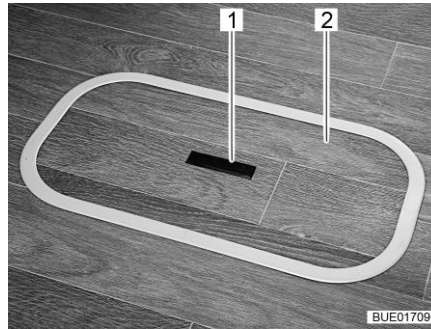
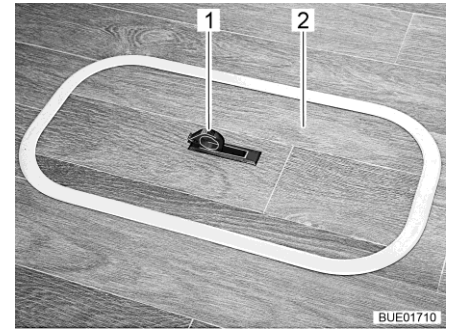

Bild 71 Abdeckung Bodenfach (Griff versenkt)
Bild 72 Abdeckung Bodenfach (Griff herausgeschwenkt)
- Auf einer Seite die Griffplatte (Bild 71,1) nach unten drücken. Der Griff (Bild 72,1) schwenkt nach oben.
- Die Abdeckung (Bild 71,2 bzw. Bild 72,2) nach oben abnehmen.